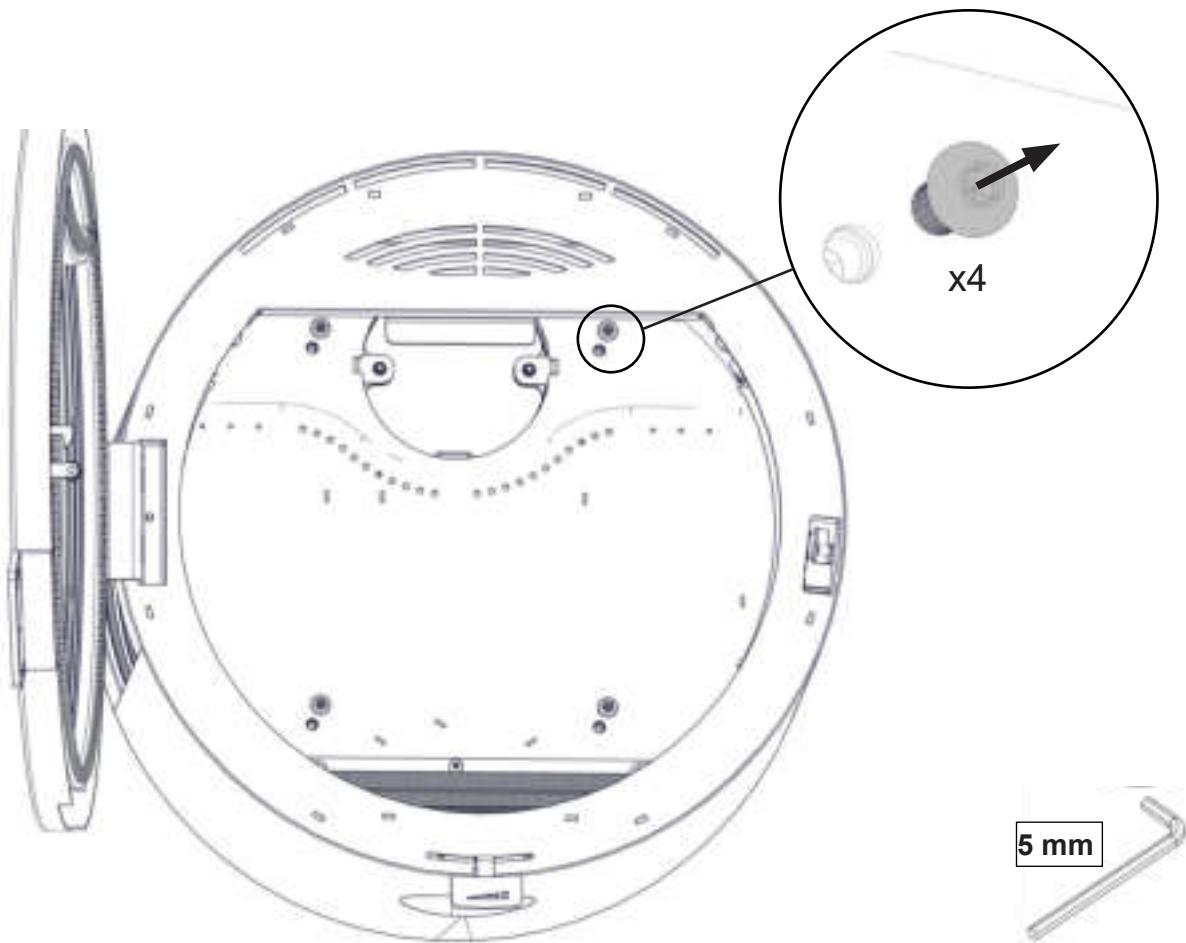

FIG 4a
- (NO)** Ovnen henges på plass på disse gjennom de to øverste hullene i ovnen. Ovnen sikres midlertidig ved å sru på de to M& mutterene på gjengejernene som nå stikker ut inne i ovnen (Fig. 4a). Bruk to av de fire M6x45 skruene til å feste ovnen gjennom de to nedre hullene. Skru ut først det ene gjengejernet i de øvre hullene og erstatt med skrue før dette repeteres på det gjennværende gjengejernet. Dersom bakmontert, stikk en hånd inn i røret og sjekk at koblingen mellom ovn og rør er som det skal.
- (SE)** Säkra kaminen tillfälligt genom att skruva fast de medföljande muttrarna på de två gängstångerna som nu sticker in i kaminen (se fig. 4a). Använd två av de fyra M6x45-bultarna för att fästa kaminen i väggpanelen genom de fyra undre hålen. Ta sedan bort en av muttrarna och gängstångerna från de övre hålen och sätt i stället dit de resterande M6x45-skruvorna. Upprepa sedan samma arbetsmoment för den återstående gängstången och muttern (se fig. 6). Vid bakanslutning: För in handen i rökröret och kontrollera att det sitter i rätt position och helt överlappar rökstosken på kaminen.
- (GB)** position. Secure the stove temporarily by screwing the supplied nuts onto the two threaded bars now protruding into the stove (see FIG 4a). Use two of the four M6x45 bolts to fasten the stove to the Wall panel first through the lower holes, then remove one of the nuts and the threaded bars from the upper holes replacing it with the remaining M6x45 bolts before this operation is repeated for the remaining threaded bar and nut (see FIG 6). If rear connected, insert a hand into the fluepipe and check that it is in position overlapping the flue collar on the stove completely.
DE Siehe die ME-Einbauanleitung und entfernen Sie die Thermotte im Innenraum. Schrauben Sie die vier M8-Blindschrauben von der Innenseite der Rückwand (Abb. 4). Schrauben Sie die zwei M6x40 Gewindestangen in die zwei oberen Stützlöcher in der Wandverkleidung (Abb. 3), sodass sie ca. 30 mm hervorstehen und heben Sie den Kaminofen in seine Position. Sichern Sie den Kaminofen vorübergehend, indem Sie die mitgelieferten Muttern auf die zwei Gewindestangen schrauben, die nun in den Kaminofen ragen (siehe Abb. 4a). Verwenden Sie zwei der vier M6x45 Bolzen, um den Kaminofen an der Wandverkleidung zu befestigen, erst durch die unteren Löcher. Entfernen Sie dann eine der Muttern und Gewindestangen aus den oberen Löchern und ersetzen Sie sie mit einem M6x45 Bolzen. Wiederholen Sie diesen Vorgang für die andere Gewindestange und Mutter (siehe Abb. 6). Wenn die Rückseite verbunden ist, fassen Sie mit der Hand in das Rauchgasrohr und prüfen Sie, dass es die Rauchgasmanschette am Kaminofen vollständig überlappt.
FR Reportez-vous au manuel d'installation du modèle ME et retirez l'habillage en Thermotte. Localisez et dévissez les quatre écrous aveugles M8 de l'intérieur de la paroi arrière (Fig. 4). Vissez les deux tiges filetées M6x40 dans les deux trous de support supérieurs du panneau mural (Fig. 3) de façon à ce qu'elles dépassent d'environ 30 mm et soulevez le poêle dans sa position. Fixez le poêle temporairement en vissant les écrous fournis sur les deux tiges filetées qui font maintenant saillie dans le poêle (voir Fig. 4a). Utilisez deux des quatre vis M6x45 pour fixer d'abord le poêle au panneau mural à travers les trous inférieurs, puis retirez un des écrous et la tige filetée des emplacements supérieur et les remplacer par la rondelle et vis M6x45 avant de répéter cette opération pour la tige filetée et l'écrou restant (voir Fig. 6). Lors de raccordement par l'arrière, insérez une main dans le conduit de fumée et vérifiez qu'il est en position chevauchant complètement le collier de conduit sur le poêle.
DK Se installationsvejledningen til ME, og fjern thermotte-foringen. Find og skru de fire M8-blindsightskrue ud fra bagvæggens underside (FIG 4). Skru de to M6x40-gevindstænger i de to øverste støttehuller i vægpanelet (FIG 3), så de stikker ca. 30 mm ud, og løft ovnen på plads. Sikr ovnen midlertidigt ved at skru de medfølgende møtrikker på de to gevindstænger, der nu stikker ind i ovnen (se FIG 4a). Brug to af de fire M6x45-bolte til at fastgøre ovnen på vægpanelet, først gennem de nederste huller, fjern derefter en af møtrikkerne og gevindstængerne fra de øverste huller og erstat den med de resterende M6x45-bolte, før denne handling gentages for den resterende gevindstang og møtrik (se FIG 6). Ved bagmontering, stik en hånd ind i røgrøret, og tjek, at det er på plads og overlapper ovnens røgdysse komplet.